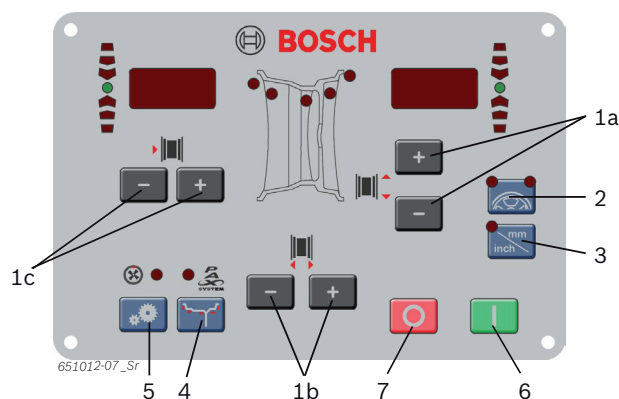

Fig. 6: Knappar på manöverpanel/indikeringspanel
2. Välj det fastställda fälgavståndet med <-> eller <+>-knappen för fälgavstånd (fig 6, pos 1).
4. Välj den fastställda fälgbredden med <-> eller <+>-knappen för fälgbredd (fig 6, pos 1).
6. Välj den fastställda fälgdiametern med <-> eller <+>-knappen för fälgdiameter (fig 6, pos 1).
2. Mata in föreliggande antal ekrar med knapparna <-> eller <+> (fig 6, pos 1).